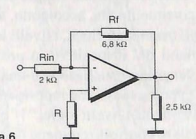

Figura 6
9. Per l'amplificatore operazionale invertente di Figura 6, il valore di R deve essere leggermente maggiore di: